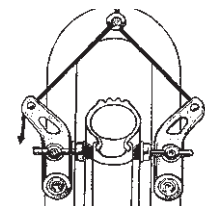

Fig. 1
- Las superficies de frenado deben estar limpias y libres de grasa y las pastillas de freno deben estar situadas en paralelo (ver fig. 1).